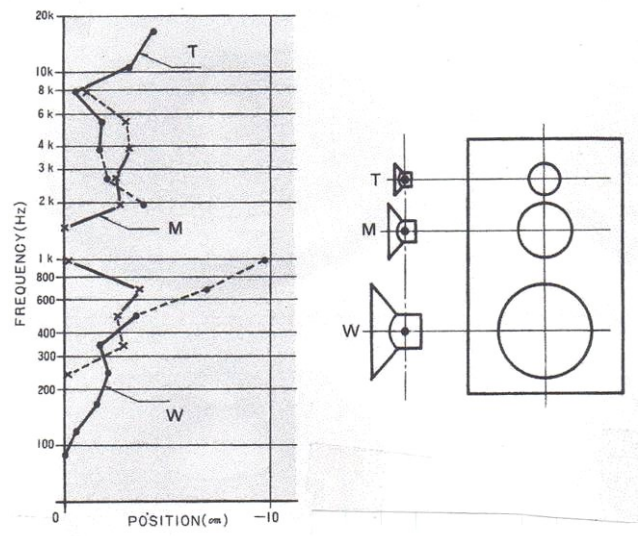

図 3. プラムインライン
- ・ 3つのスピーカーの縦一列。ドライブ点のインライン化 (音源位置を揃え、クロスオーバー付近のつながりをスムーズに) (図 3)